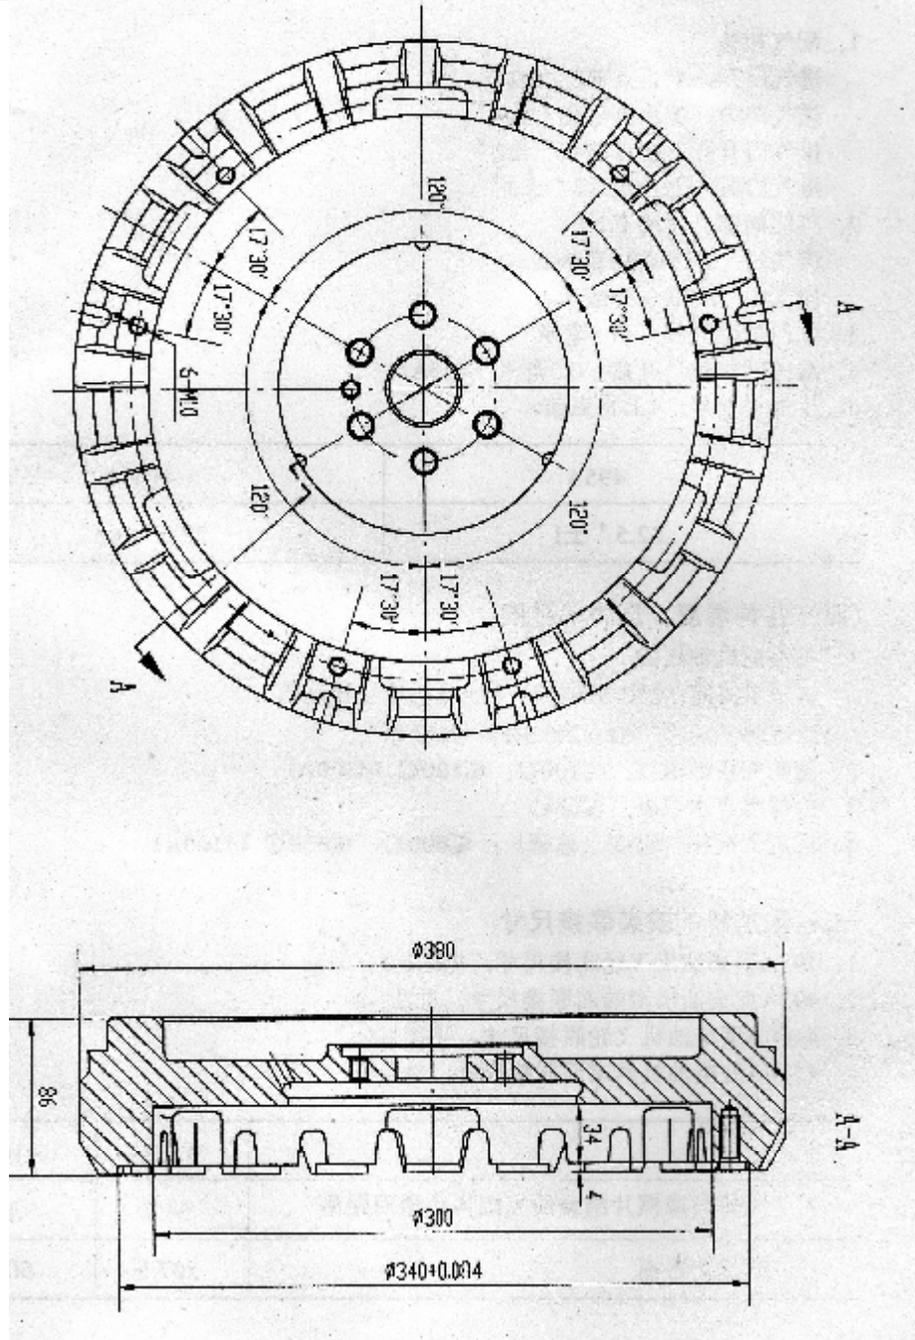

Рис. 1-3 Соединительные размеры маховика модели 495A
1. Размеры маховика модели 195А: см. рис. 1-3